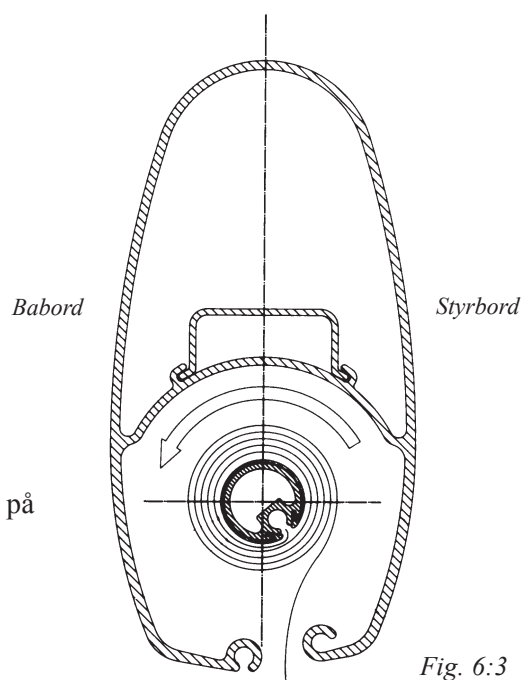

Fig. 6:3
1. Kontrollera att seglet rullats upp korrekt på rullprofilen d.v.s. på styrbords sida om rullprofilen (se även fig. 6:3.).